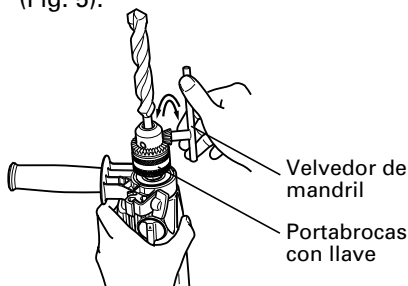

Fig. 2
**Para portabrocas con llave para el mismo** (Fig. 2)